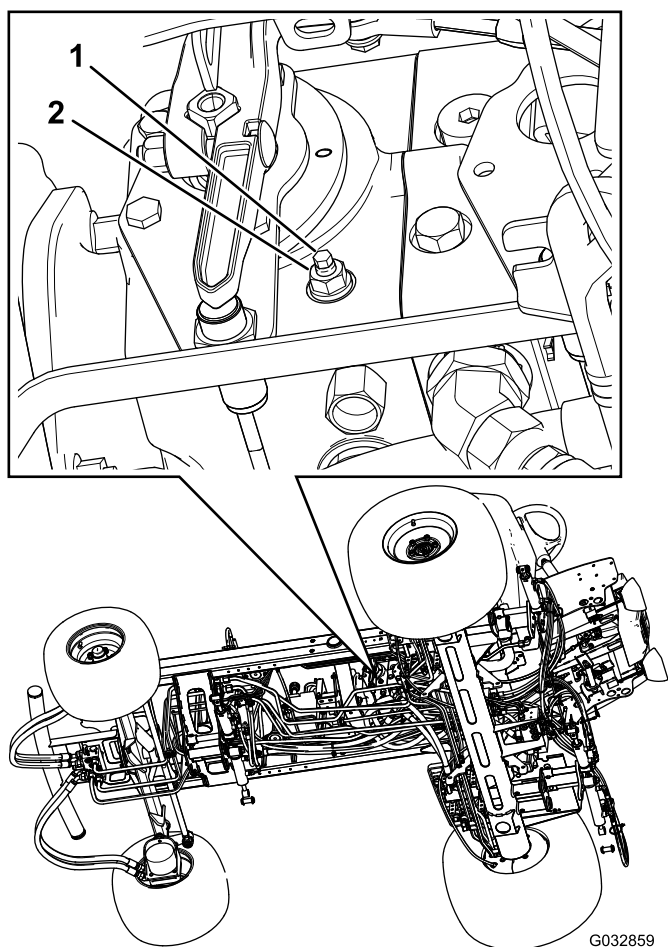

Figura 63
3. No lado direito do hidrostato, solte a porca de bloqueio no excêntrico de ajuste da tração (Figura 63).